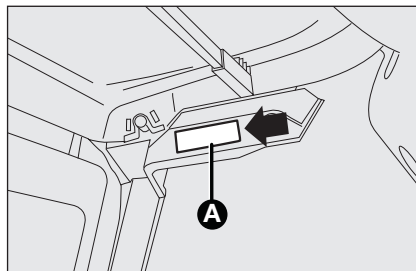

fig. 28
- ☐ con el destornillador suministrado, extraer la lámpara interior **A-fig. 28** actuando en el punto indicado.